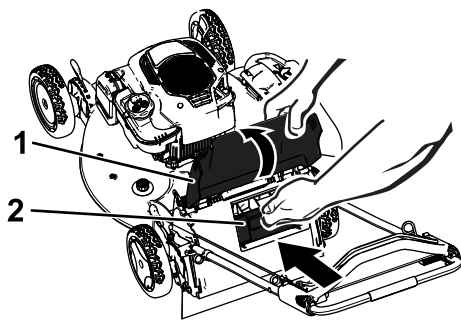

Figure 26
4. Installez l'obturateur arrière (Figure 26).